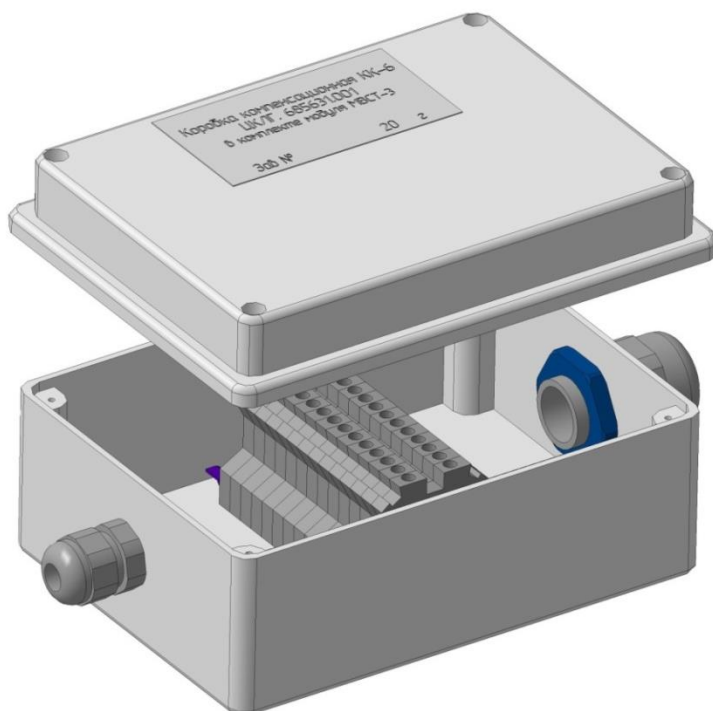

Рисунок 4.18 – Конструкция компенсационной коробки КК-6
4.13.9 Компенсационная коробка КК-6 (рисунок 4.18) представляет собой пластмассовый корпус со степенью защиты, обеспечиваемой оболочкой, IP54. В коробке на DIN-рейке установлены 12 клемм для подключения компенсационных кабелей (плюс 2 клеммы для подсоединения двухпроводной линии связи ЭЧП) и соединительного кабеля с модулем MBCT-3. Под клеммами установлен элемент чувствительный платиновый ЭЧП-100 П. На боковой стенке установлены кабельные вводы.
В режиме измерения сигналов термопары термо э.д.с. подается на первые два контакта соответствующего входа. Коммутатор D2, управляемый микропроцессором D3, обеспечивает необходимый режим измерения за счет коммутации опорного напряжения от источника опорного напряжения, встроенного в АЦП D1 (рисунок 4.18). Контроль состояния линии связи с ТП осуществляется путем периодической прозвонки цепи током 25 мкА от встроенного в АЦП D1 источника тока.+